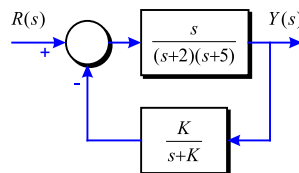

Figura 4-7
**Problema 117** Determineu el valor de  $K$  per a que el sistema de la Figura 4-7 tingui pols complexos conjugats a  $-8 \pm 2.4j$ .